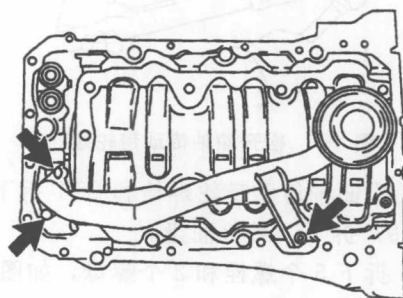
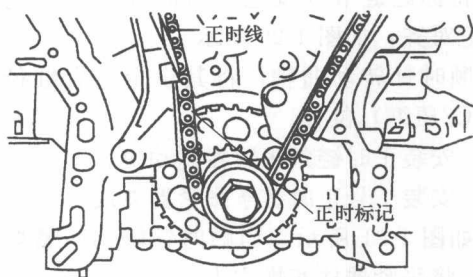

图 1-14 拆下机油集滤器
图 1-15 对准曲轴正时标记
(21) 拆下 3 个螺母、机油集滤器和衬垫，如图 1-14 所示。
(22) 拆下进气稳压罐。
(23) 拆下点火线圈总成。
(24) 拆下 1 号油管。
(25) 拆下 2 号油管。
(26) 拆下右汽缸盖。
(27) 拆下左汽缸盖罩。
(28) 拆下正时链条盖。
(29) 拆下正时链条盖油封。
(30) 将 1 号汽缸设在压缩行程上止点位置。
① 安装曲轴传动带轮螺栓，转动曲轴，使曲轴正时标记与汽缸体的正时线对齐，如图 1-15 所示。